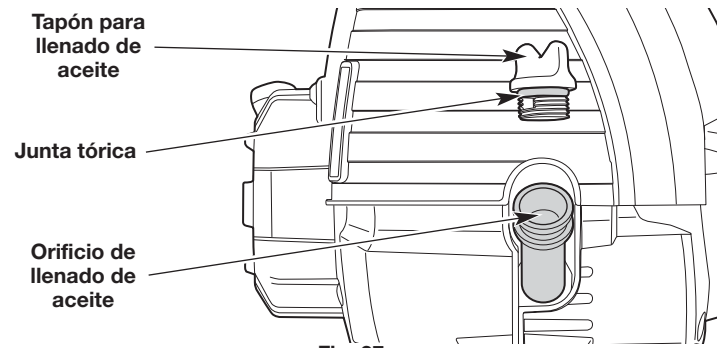

Fig. 27
3. Limpie la zona que rodea el tapón de llenado de aceite (Fig. 27) a fin de evitar que ingresen residuos en el orificio de carga de aceite.
NOTA: Compruebe que la junta tórica esté en su lugar en el tapón de llenado de aceite (Fig. 27).
1. Limpie la zona que rodea el tapón de llenado de aceite (Fig. 27) a fin de evitar que ingresen residuos en el orificio de carga de aceite.